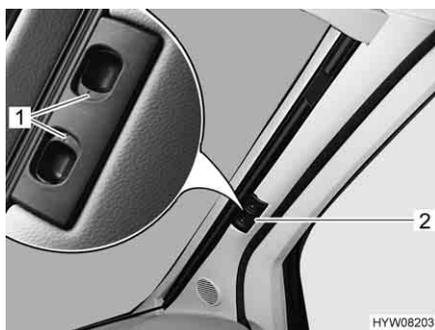

Fig. 65 Dispositif occultant plissé pour le pare-brise
- Presser les poignées de déverrouillage (Fig. 65,1) et les maintenir pressées.
- Tirer le dispositif occultant plissé pour le pare-brise par la poignée (Fig. 65,2) vers le centre de la fenêtre.
- Pousser les deux moitiés du dispositif occultant plissé pour le pare-brise par la poignée (Fig. 65,2) à fond vers l'extérieur. Soulever la poignée à la hauteur de l'évidement de verrouillage.
- Lâcher les poignées de déverrouillage (Fig. 65,1) et les faire s'enclencher.